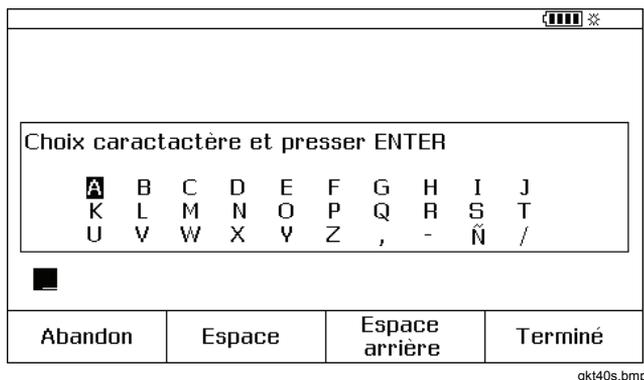

Figure 11. Personnalisation de l'appareil
4. Appuyez sur **ENTER** ou sur la touche programmable **Choix**. L'écran de la Figure 11 s'affiche.